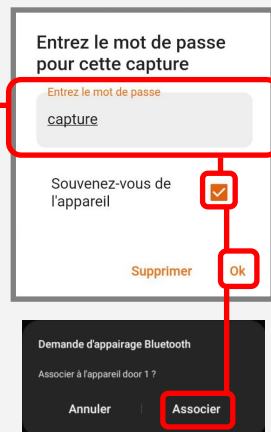

Fig 2
- 2) Saisissez le mot de passe par défaut 'capture' et appuyez sur OK. (Nous recommandons de le modifier pour des raisons de sécurité). Le smartphone vous demandera de coupler le dispositif Bluetooth. Fig 2